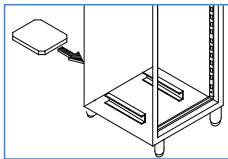

Figure 3
- Inserire nella apposite guide, ubicate nella parte inferiore del frigorifero, la vaschetta scarico condensa e per le macchine che montano vaschetta automatica collegare il connettore (Fig. 3).